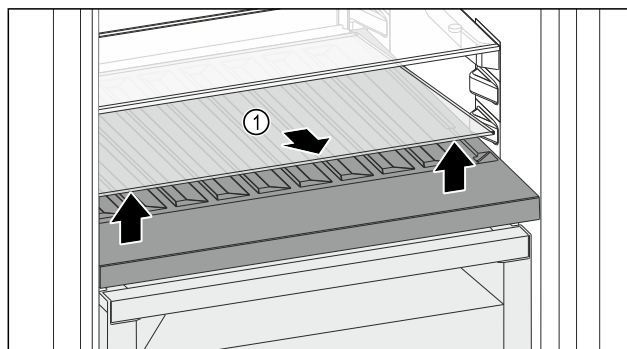

Fig. 192
- Skleněnou desku Fig. 192 (1) zvedněte za vybrání vpředu a vyjměte ji.
- Skleněnou desku Fig. 192 (1) uložte bezpečně mimo spotřebič.
- Skleněnou desku (2) vložte pod variabilní přihrádku na láhve.